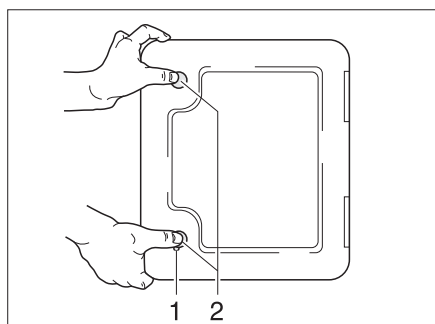

Bild 141 Klappe für Thetford-Kassette
Die Klappe für die Thetford-Kassette (Bild 141) befindet sich außen am Fahrzeug.
- Schlüssel in Schließzylinder des Druckschlusses (Bild 141,1) stecken und eine viertel Umdrehung im Uhrzeigersinn drehen.
- Beide Druckschlösser (Bild 141,2) gleichzeitig mit dem Daumen drücken und die Klappe für die Thetford-Kassette öffnen.